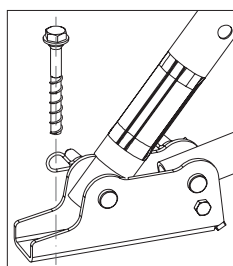

Fig. C2.03
3. Fissare le piastre di base dei puntelli di stabilizzazione e dei bracci regolabili su un fondo portante, ad es. con viti di ancoraggio PERI 14/20x130, Art. n. 124777. (Fig. C2.03)